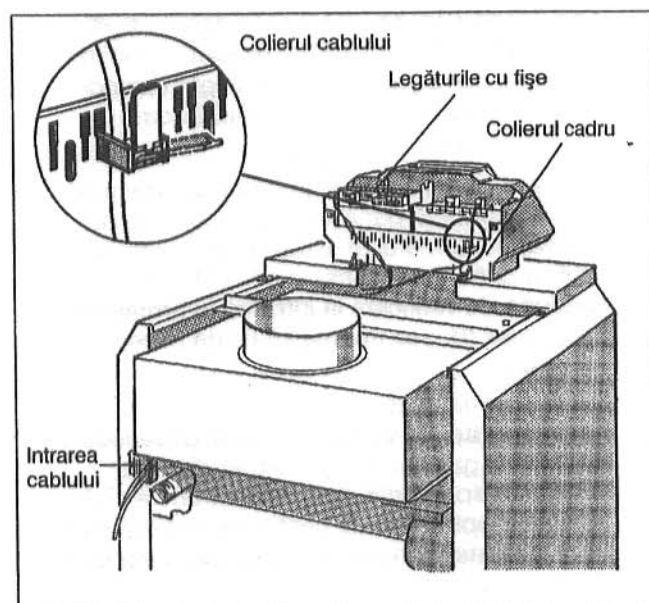

Fig. 11: Legăturile cu fișe și colierul cablului
- Conductele racordului electric realizate dinainte (din construcție) se vor conduce din spate prin orificiul cablului în canalul de cablu la aparatul de reglare (Fig. 11).
- Racordurile electrice realizate anterior – din construcție – se vor lega conform planului de conexiuni la legăturile cu fișe ale aparatului de reglare (Fig. 11).
- Se vor asigura toate conductele cu coliere de cablu: Colierele de cablu cu cablu intercalat se vor fixa de sus în șlițurile colierului cadru capătul butonului trebuie să fie îndreptat în sus. Colierele cablului se apasă în jos și se presează. Capătul butonului se comută în sus (Fig. 11).